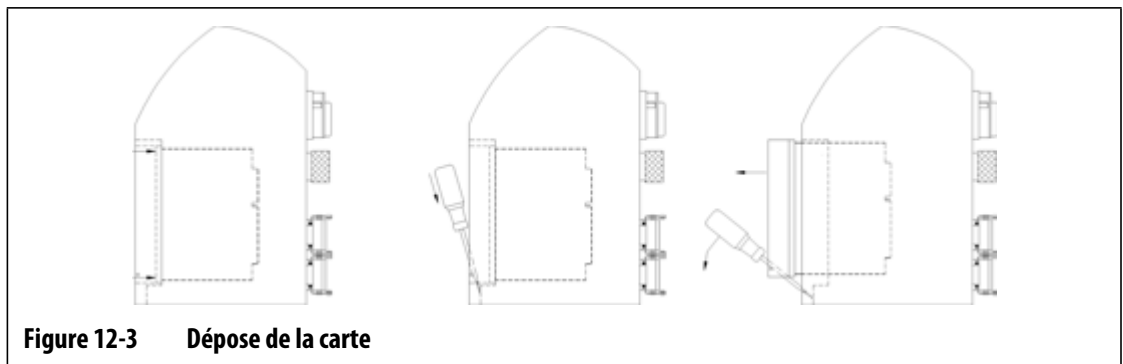

Figure 12-3 Dépose de la carte
7. Faites glisser votre tournevis entre le montant argenté et le rebord du produit et extrayez délicatement la carte. (Figure 12-3).
7. Faites glisser votre tournevis entre le montant argenté et le rebord du produit et extrayez délicatement la carte. (Reportez-vous à la Figure 12-3.)